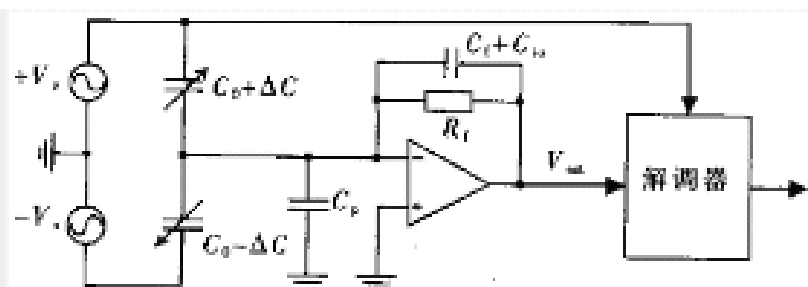

图 4 电荷放大器原理图
17. 电荷放大器电路如图 4 所示。它采用具有低输入阻抗的反相输入运算放大器。其中 C_p 表示分布电容， C_f 为标准反馈电容。 R_f 用来为放大器提供直流通道，保持电路正常工作。应选取 R_f ，使时间常数 $R_f C_f$ 远大于载波周期，以避免输出波形畸变。但 R_f 过大为今后电路集成带来不便。可以使用小阻值的电阻组成 T 型网络，替代大阻值电阻。